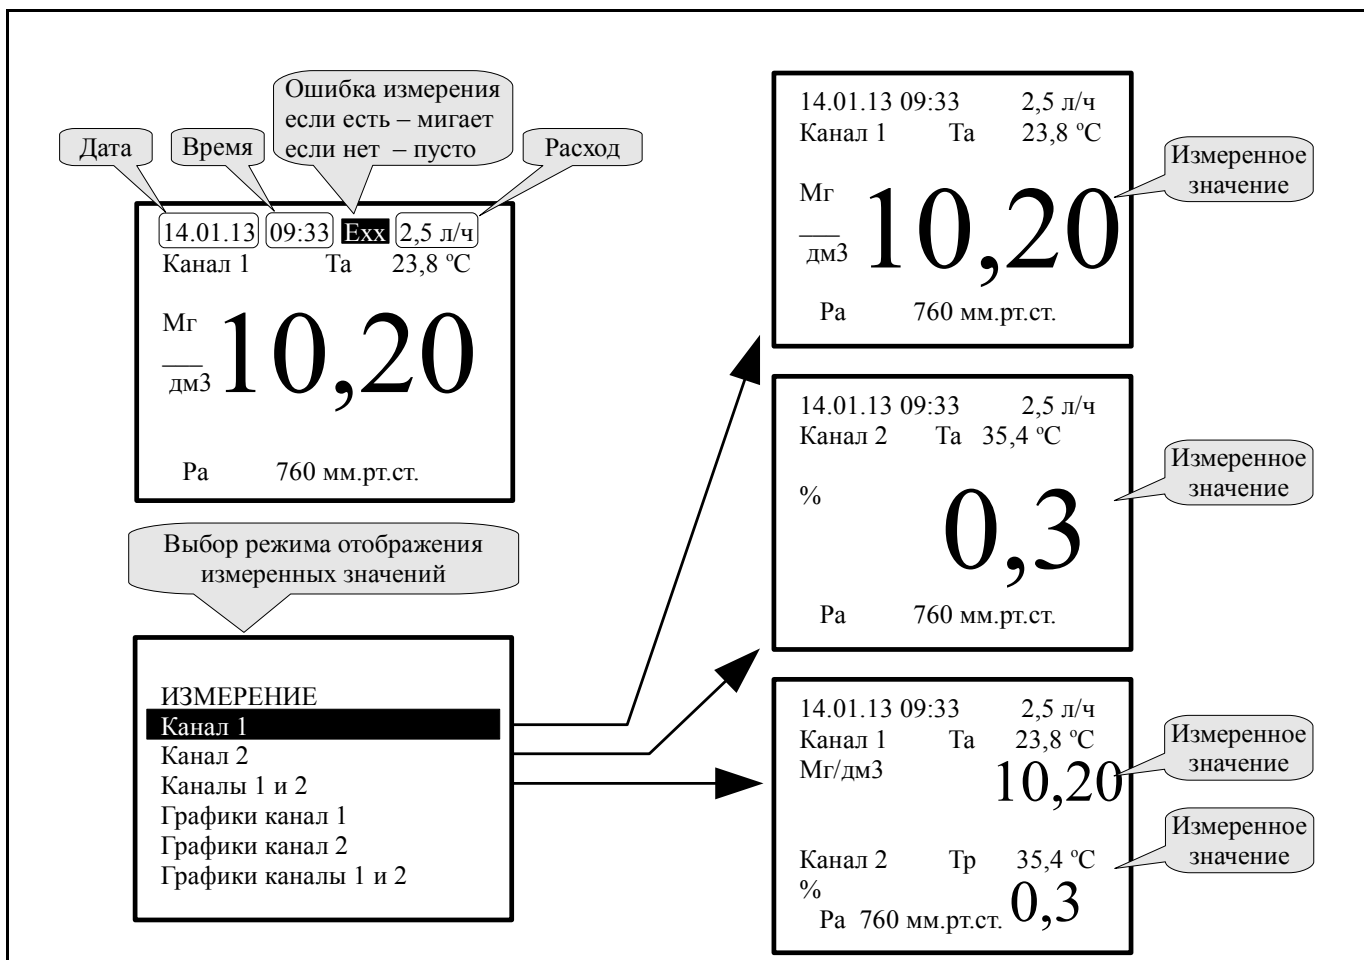

Рисунок 4 - Выбор выводимых на индикатор измеренных числовых значений параметров
8.2.1 **канал 1** , **канал 2** , **каналы 1 и 2** - цифровое отображение результатов измерения (Рисунок 4).